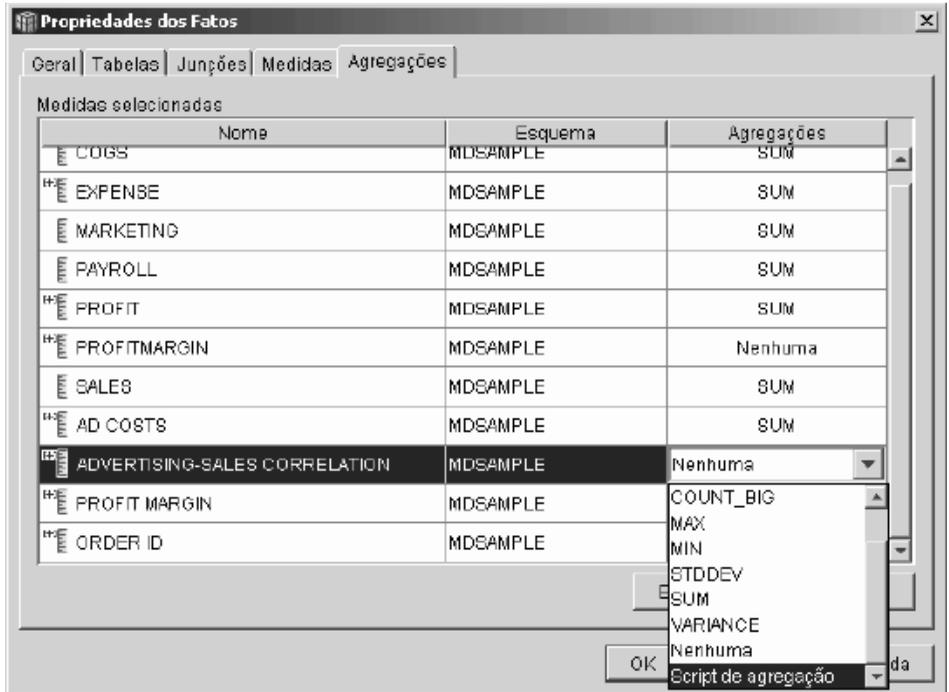

Figura 4. Página Agregações da janela Propriedades dos Fatos
5. Na página Agregações, clique na função de agregação para a medida **ADVERTISING-SALES CORRELATION** e selecione **Script de Agregação**, conforme mostrado na Figura 4 na página 9. É aberta a janela Construtor de Script de Agregação.